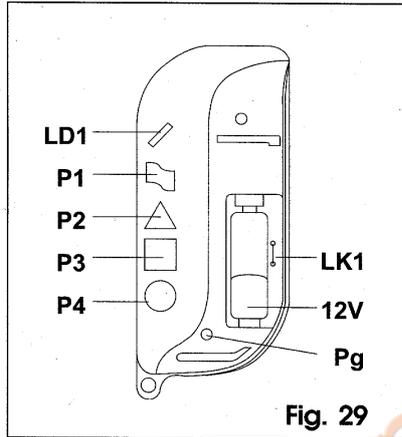

Fig. 29
1) Aprire l'involucro del trasmettitore, facendo scivolare il coperchio come da fig. 28, per accedere al pulsante di generazione del codice (fig. 29-rif.Pg).
2) **Premere, e mantenere premuto** fino al termine dell'operazione, uno dei pulsanti **P** d'attivazione (fig. 29) del canale da codificare.